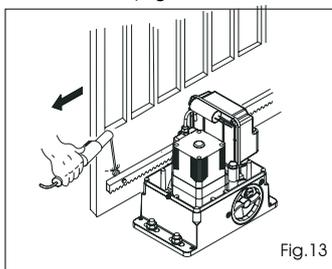

Fig.13
3) Poser horizontalement sur le pignon le premier élément de la crémaillère et souder le cliquet taraudé sur le portail d'après la Fig. 13.